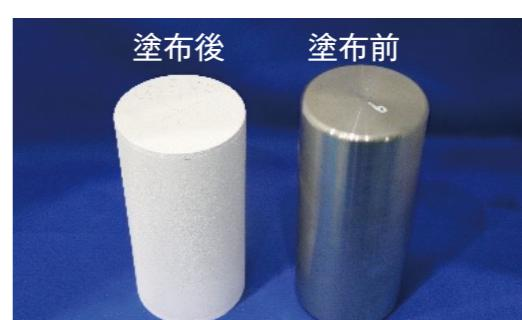

図4:塗布テストと完了後の試料
- 装置作製後、現地での試運転と調整を行い、依頼者が要求する仕様を達成した。本装置により、均一な濃さで潤滑剤の塗布が可能となり、より高精度な膜厚制御($\pm 30 \mu\text{m}$)を実現した。(図4)